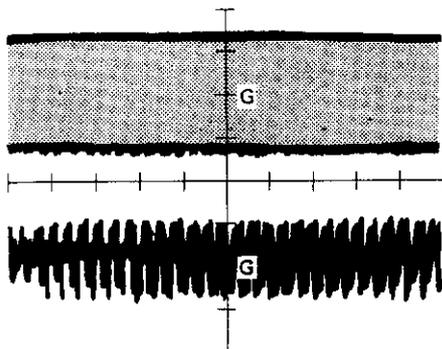

Abb. 22
- 3) Falls das TE-Signal gemäß Abb. 22 schwankt (TS-Gewinn zu hoch), der VR151 etwas zudrehen.